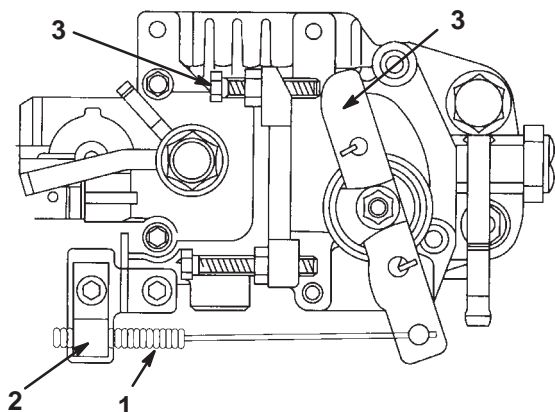

Figure 38
1. Placez la manette d'accélérateur en position de ralenti (Fig. 38).
2. Desserrez la vis du collier qui raccorde le câble au moteur (Fig. 38).
3. Bougez le câble jusqu'à ce que le levier de commande d'accélérateur touche la vis de réglage de ralenti (Fig. 38).
2. Dévissez le contre-écrou de la vis de réglage de ralenti (Fig. 38).